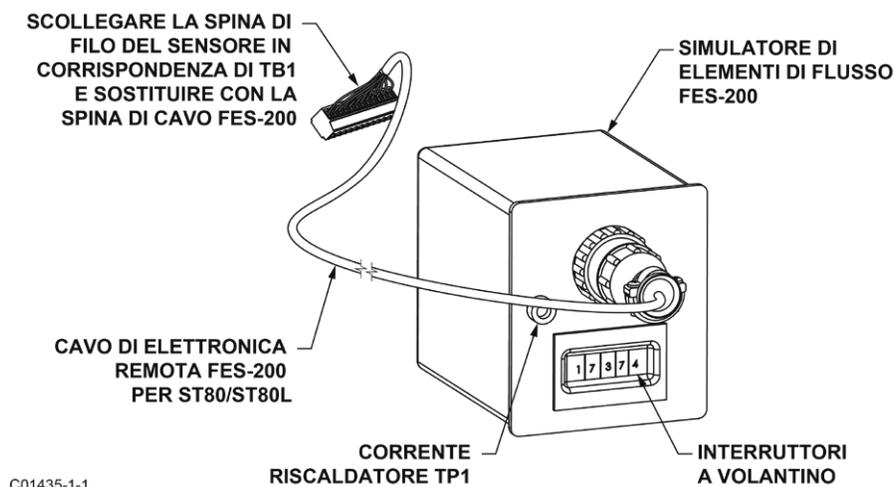
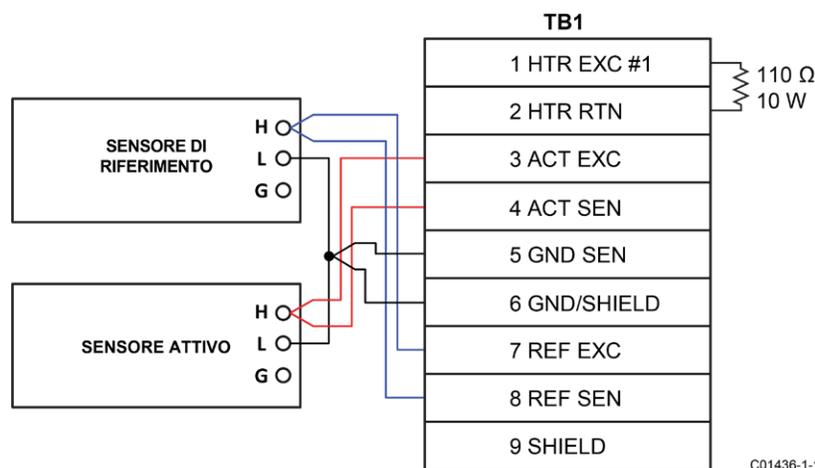

Figura 57 – Collegamento di FES-200 al trasmettitore ST80/ST80L
Figura 58 – Impianto della scatola a decadi ST80/ST80L
3. Scollegare un sensore dell'elemento di flusso dal trasmettitore ST80/ST80L (TB1) e collegare il connettore del cavo FES-200 al suo posto. Vedere Figura 57. Cassette a decadi resistive di precisione possono essere utilizzate al posto di FES-200. Vedere Figura 58 per impianto di box a decadi.